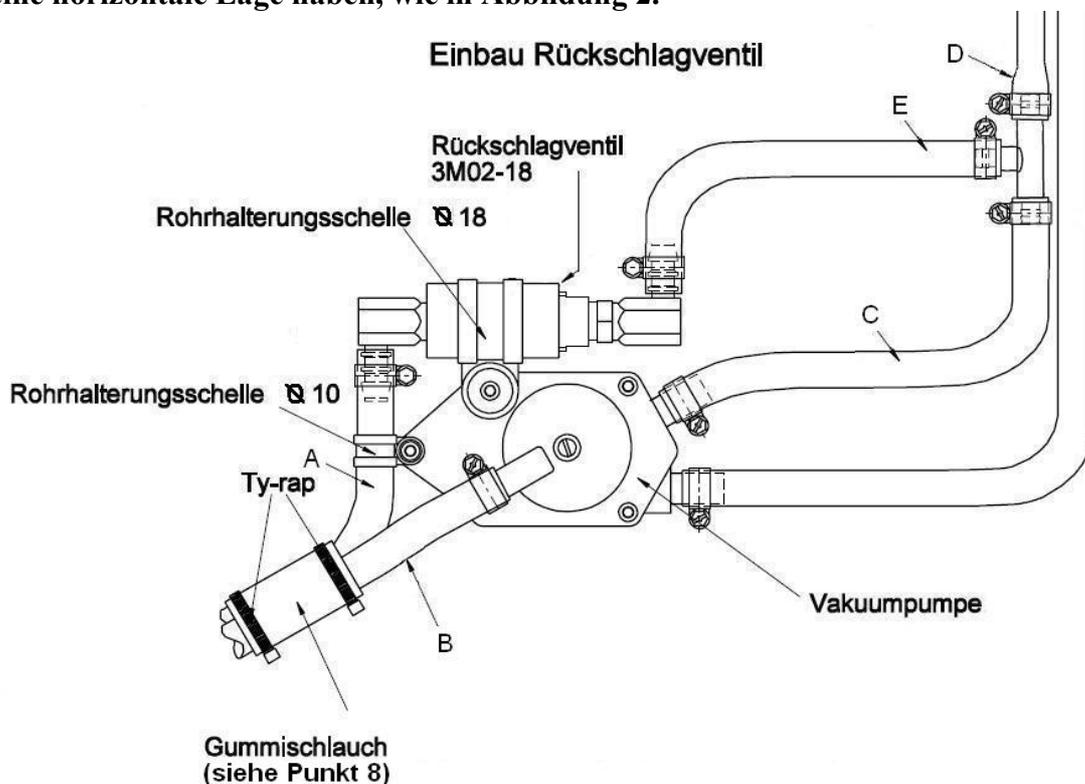

Abbildung 2
- Die Schraube Nr. 5 entfernen (wird nicht mehr benötigt) und die Rohrschelle Ø18mm mit dem Rückschlagventil (Zeichnungsnr. 3M02-18) mit einer Innensechskantschraube M5x35 verschrauben, siehe Abbildung 2. Unter dem Schraubenkopf eine U-Scheibe 5,3 DIN9021 benutzen, Rückseite mit U-Scheibe 5,3 DIN125 und selbstsichernder Mutter M5 DIN985.8
**Wichtiger Hinweis: Das Rückschlagventil muss, wenn der Motor vollständig ausgefahren ist, eine horizontale Lage haben, wie in Abbildung 2.**